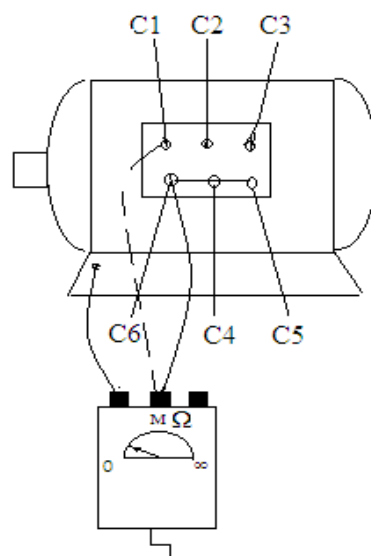

Рис. 1.2
2.2. Между обмотками и корпусом, $(C_1+C_2+C_3) - K$ (рис. 1.2). Если сопротивление изоляции меньше нормы, необходимо их рассоединить и проверить каждую обмотку в отдельности. Значения сопротивления зафиксировать через 15 с и через 60 с после начала вращения рукоятки мегомметра.